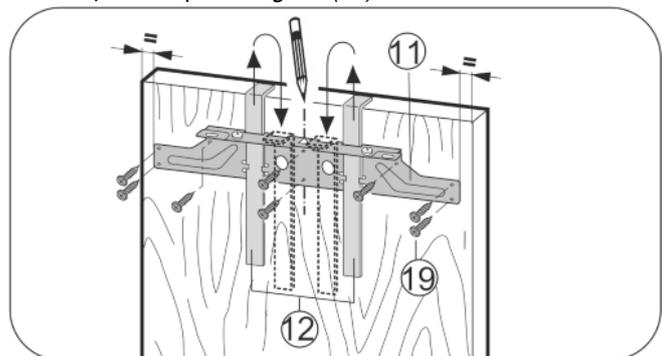

Fig. 18
- ▶ Навесьте крепежную поперечину Fig. 18 (11) с монтажными вспомогательными элементами Fig. 18 (12) на внутреннюю сторону мебельной дверцы.
- ▶ Выровняйте крепежную поперечину Fig. 18 (11) в центре двери.\*
- ▶ Прикрутите крепежную поперечину Fig. 18 (11) по меньшей мере 6 винтами Fig. 18 (19).
- ▶ Прикрутите крепежную поперечину Fig. 18 (11) 4 винтами Fig. 18 (19) по краю.
- ▶ Вытяните вверх монтажные приспособления Fig. 18 (12) и, развернув, вставьте их в расположенные рядом приемные отверстия.